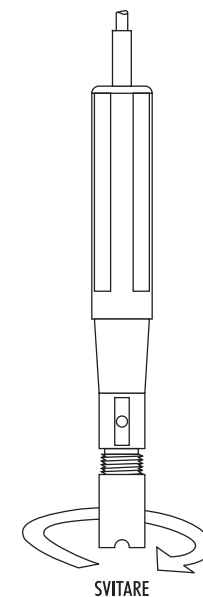

fig. 2
- Svitare la membrana girandola in senso orario (vedi fig.2)